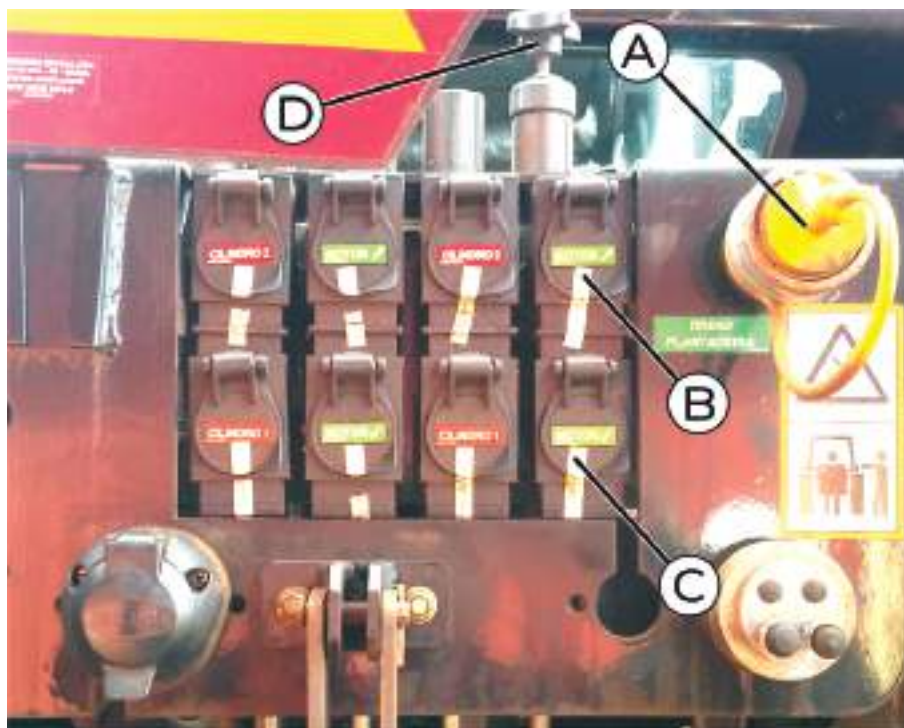

fig. 22
Quando o motor da turbina possuir 3 (três) mangueiras, essas devem ser montadas observando a indicação de cada uma delas. A mangueira do dreno (A) deverá ser acoplada diretamente ao tanque do trator (*fig. 22*).